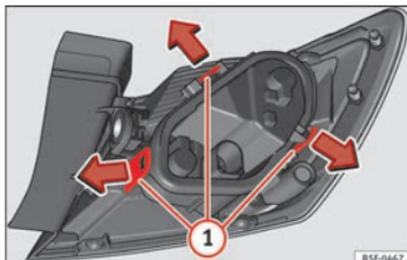

Fig. 219 Lengüetas de fijación en la parte posterior de la unidad de luz trasera.
- Desmonte el portalámparas »» **fig. 219** desbloqueando las lengüetas de fijación ①.